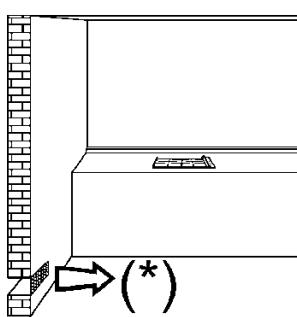
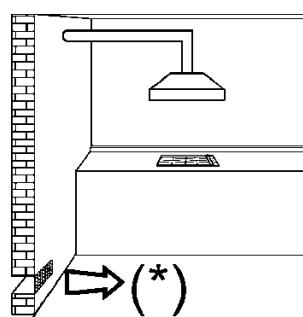
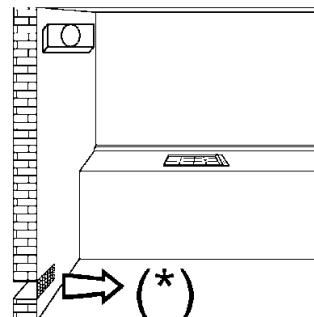

РИС. 3
РИС. 4
РИС. 5
- При сгорании газа выделяется тепло и влажность. Поэтому в помещении необходимо обеспечить хорошую циркуляцию воздуха, не загораживать отверстия для естественной вентиляции (рис. 3) и включить вытяжку (вытяжной колпак или электрический вентилятор, рис. 4 и 5).
менее 100 см2 (см. рис. 3). Эти отверстия должны быть расположены таким образом, чтобы доступ воздуха в них всегда оставался открытых.
Продукты сгорания, образующиеся при готовке на газовых плитах должны обязательно удаляться при помощи вытяжек, соединенных с вентиляционными трубопроводами, дымоходами или с отверстиями, выходящими наружу (см. рис. 4). Если нет возможности использовать вытяжку, допускается использование вентилятора, устанавливаемого на окне, или на выходящей на улицу стене, который должен включаться одновременно с прибором (см. рис. 5), при этом обязательно должны соблюдаться нормы вентиляции помещений.